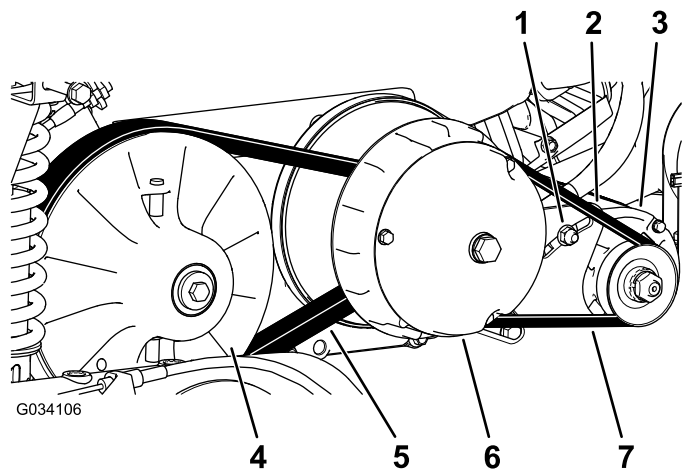

図 67
6. ベルト **図 67**を手で回転させながら、磨耗や破損がないかを点検する。
3. 2次クラッチを回しながら2次クラッチ部分でベルトを外す(図 67)。
4. 1次クラッチからベルトを外す (図 67)。
5. 新しいベルトを一次クラッチに掛ける 図 67。
6. 2次クラッチを回しながら2次クラッチ部分でベルトを外す(図 67)。
2. スタータジェネレータのピボットナットをゆるめる 図 67。
4. バールを下に押ししてスタータを下げる。ベルトを $44 \text{ N}\cdot\text{m}4.5 \text{ kg}$ の力で押した時のたわみが 6 mm になるようにスタータの位置を調整する 図 67。
5. ピボットナットを手締めし、バールを取り外す 図 67。